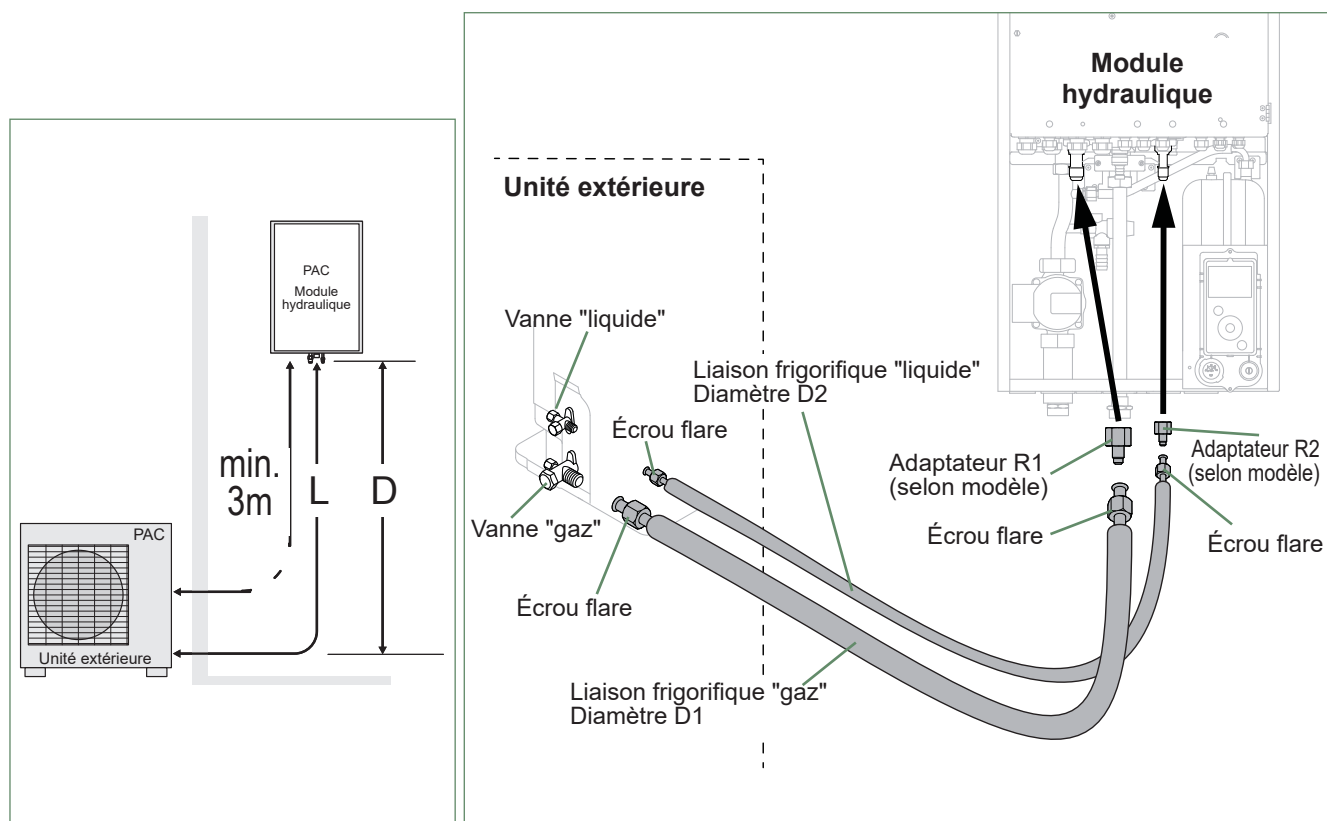

fig. 32 - Raccordement des liaisons frigorifiques (diamètres et longueurs permises)
- Suivant le cas, raccorder un adaptateur (réduction) 1/4"- 3/8" ou 1/2"- 5/8" (voir *fig. 32*).